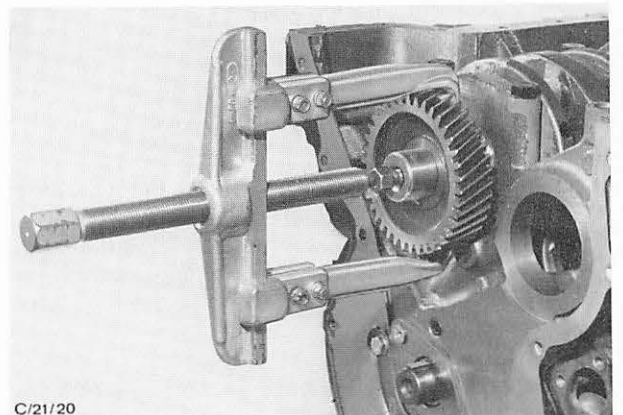

Abb. 279 Kurbelwellenzahnrad mit handelsüblichem Werkzeug abziehen
15. Schraube-Nockenwellenzahnrad entfernen und von Hand abziehen. Anschließend Kurbelwellenzahnrad mit handelsüblichem Werkzeug abziehen, Abb. 279.